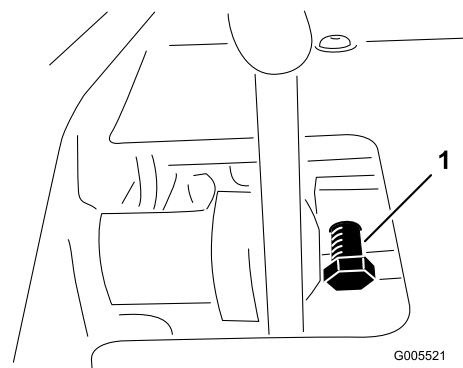

Bild 56
1. Lösen Sie die Klemmmutter an der Pedalsperren-Kopfschraube (Bild 56).